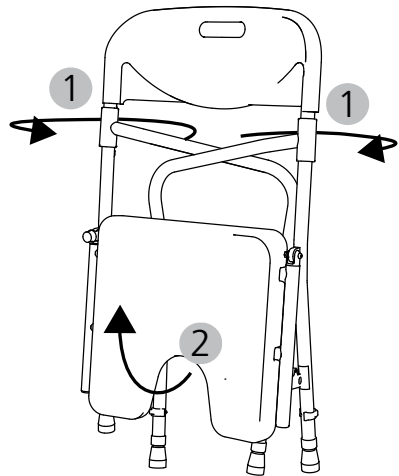

Abb. 11
1. Gire los elementos laterales de los reposabrazos hacia delante (fig. 11, 1) y colóquelos ligeramente abiertos hacia fuera de modo que el asiento se pueda plegar hacia arriba sin obstáculos (fig. 11, 2).